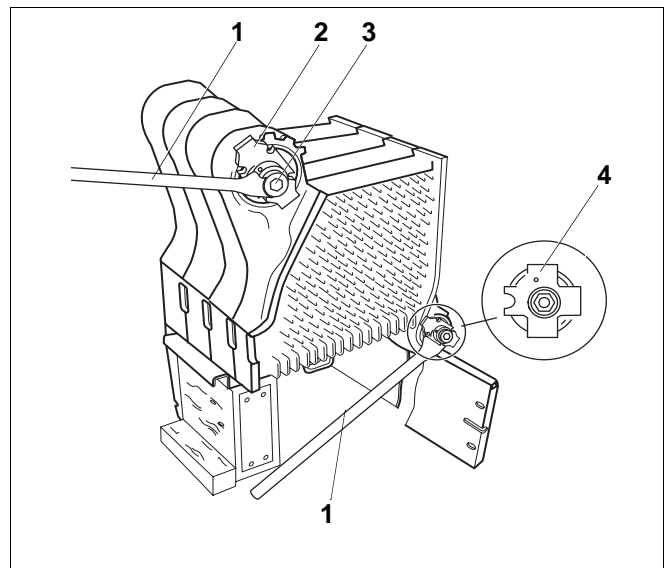

Fig. 15 Serrer les éléments
- Tenir la barre de traction au milieu des moyeux et serrer légèrement l'outil de serrage et les contre-écrous (fig. 15, **pos. 3**) (fig. 15).
- Poser la clé de serrage (fig. 15, **pos. 1**) sur les contre-écrous (fig. 15, **pos. 3**) et serrer les éléments uniformément, jusqu'à ce qu'il n'y ait plus d'ouvertures entre les moyeux.